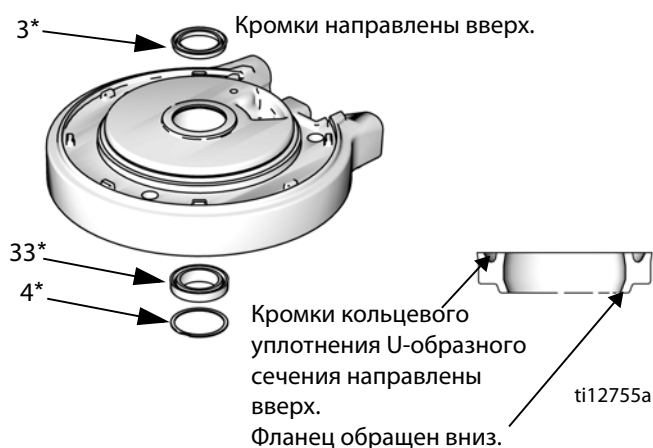

Рис. 7. Установка кольцевого уплотнения U-образного сечения пневматического двигателя
1. Нанесите смазку на уплотнительное кольцо (9*) и установите его на верхнюю крышку (13).
2. **Только для модели 24G787:** установите верхний амортизатор (29) на верхнюю крышку (13).
3. Нанесите смазку на внутреннюю поверхность цилиндра (11). Опустите цилиндр (11) на верхнюю крышку (13).
4. Нанесите смазку на уплотнительное кольцо (8*) и установите его на поршень (5).
5. Вставьте узел поршня (5) в цилиндр (11). Убедитесь в том, что уплотнительное кольцо (9*) осталось на месте.
6. См. Рис. 7. Нанесите смазку на новое кольцевое уплотнение U-образного сечения и установите его фланцем (33*) к нижней части подшипника в нижней крышке (1). Кромки кольцевого уплотнения U-образного сечения должны быть обращены вверх, а фланец — вниз. Нанесите смазку на новое кольцевое уплотнение U-образного сечения (3*) и установите его на верхнюю часть подшипника. Кромки должны быть направлены вверх. Установите стопорное кольцо (4*).
- 3 Кромки кольцевого уплотнения U-образного сечения направлены вверх. Фланец (только для нижнего уплотнения) обращен вниз. См. раздел РИС. 7 на стр. 12.